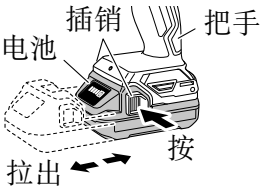

图 6
- 请先紧抓住把手，然后再推压电池插销（2 个）以拆下电池（参照图 6）。
- 插入电池时请注意极性（参照图 6）